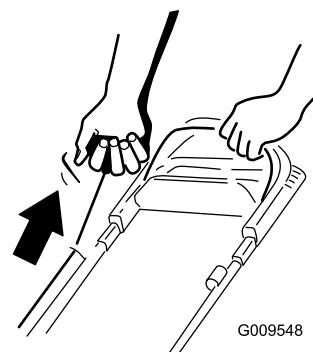

Figura 17
2. Tire suavemente del arrancador de retroceso (Figura 17) hasta que note resistencia, luego tire con fuerza y deje que vuelva lentamente a la guía de cuerda del manillar.